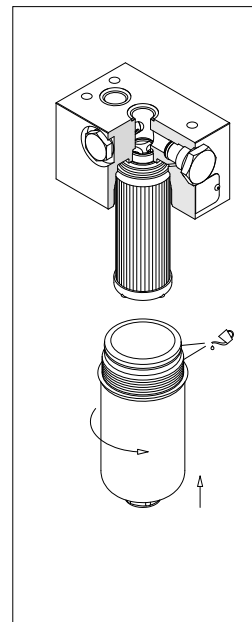

fig. 21
- (Fig.21) Lubrificare il filetto e l'O-ring del contenitore, quindi avvitare il contenitore facendo riferimento alla tabella delle coppie di serraggio al paragrafo 3